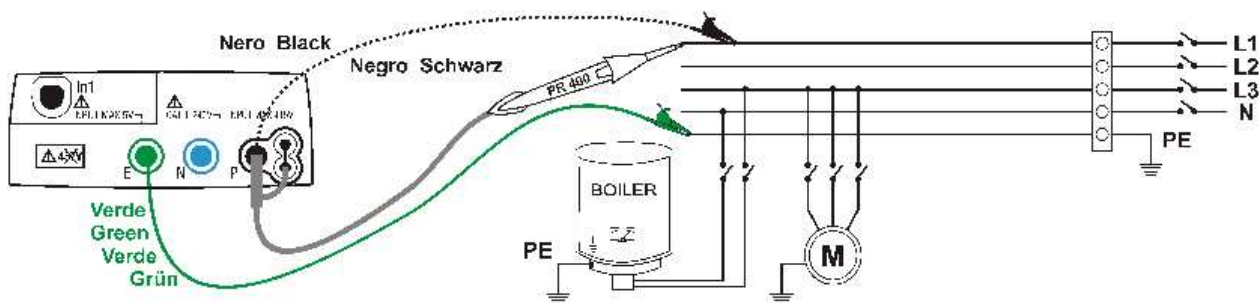
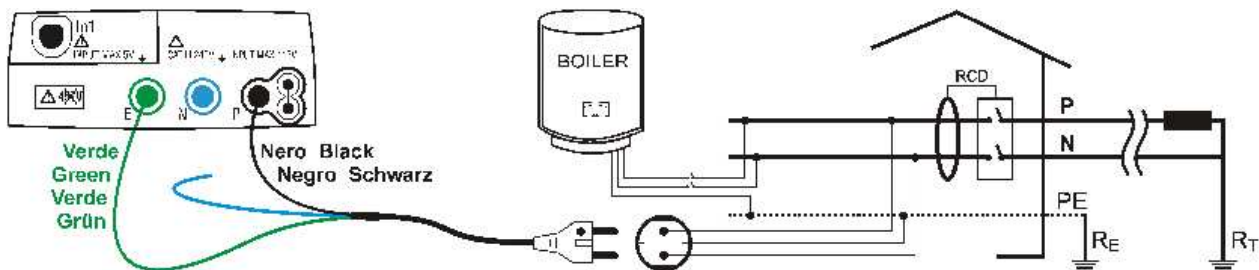

Abb. 8: Geräteanschluss mit Einzelkabeln und Tastkopf
Abb. 9: Geräteanschluss mittels Schuko-3 Leiter Kabel
6. Verbinden Sie die Messkabel mit den Enden der zu testenden Leiters wie in Abb. 8 und Abb. 9.